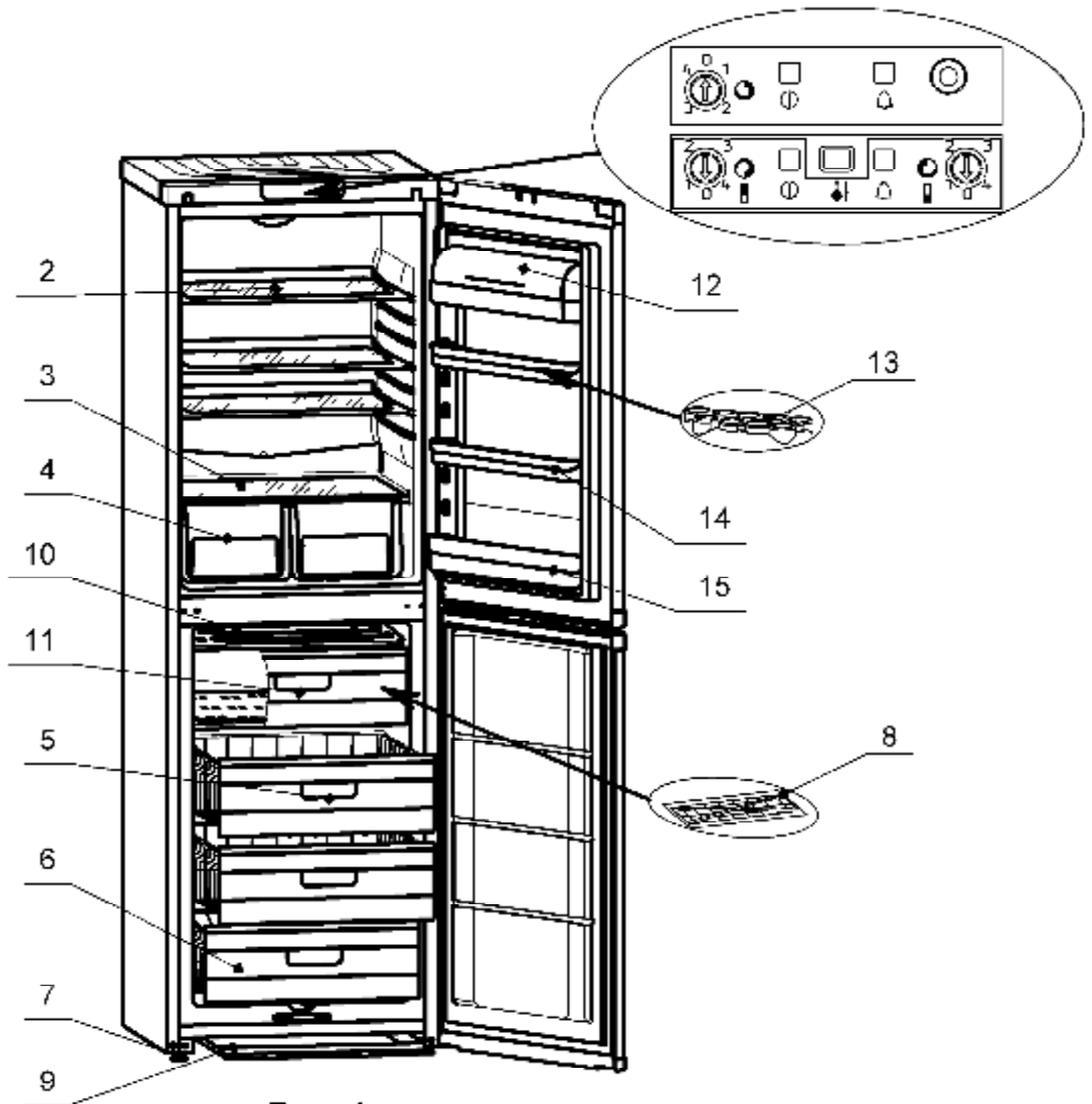
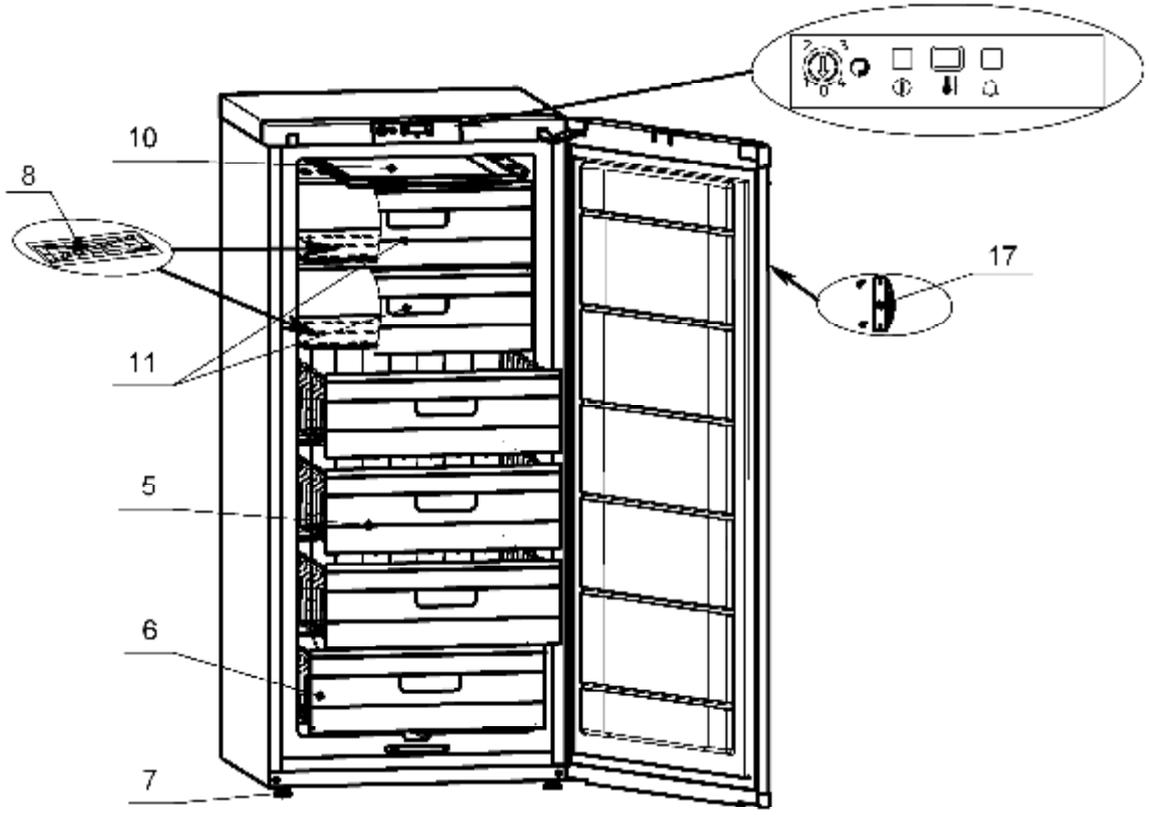

Рис.1
Рис.4
3.2. Освободите холодильник от упаковки. В передние отверстия в дне шкафа вверните две регулировочные опоры (рис.1, 2, 3, 4). Холодильник должен стоять устойчиво на опорах. На дверях моделей «Орск-448-1, 145, 167» установите ручку.
4.1. Управление режимами работы холодильника осуществляется датчиком-реле температуры, который расположен на панели управления и индикации (рис.1 - рис.4). Вращение ручки датчика-реле температуры по часовой или против часовой стрелки обеспечивает понижение или повышение температуры в камерах холодильника.